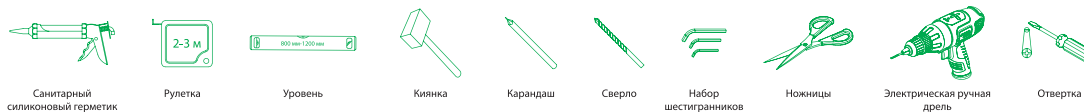

Рис. 2/2-сур.
1. **Необходимые инструменты:** санитарный силиконовый герметик, рулетка, уровень, киянка, карандаш, сверло, набор шестигранников, электрическая ручная дрель, отвертка, ножницы (рис. 2).